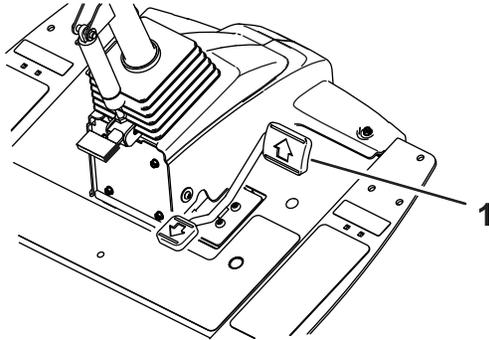
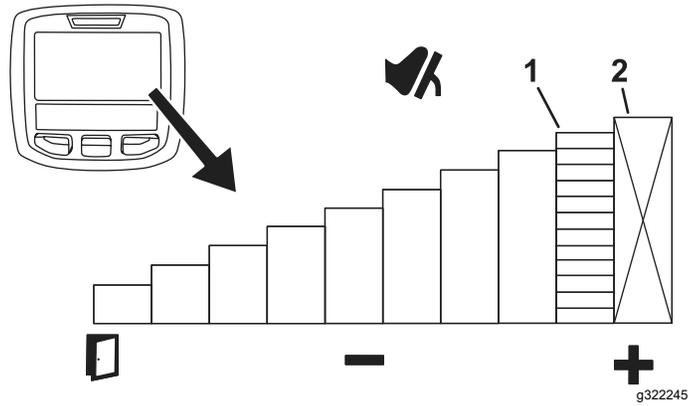

Bild 50
Bild 51
Um vorübergehend die Höchstgeschwindigkeit der Maschine einzustellen, drücken Sie das Fahrpedal ganz nach vorne (Bild 50). Sie können eine separate Geschwindigkeit für den Mäh- und Transportbetrieb einstellen (Bild 51).
- Um auf diese Funktion zuzugreifen, wählen Sie die mittlere Taste auf dem Hauptbildschirm des InfoCenters (Bild 51).